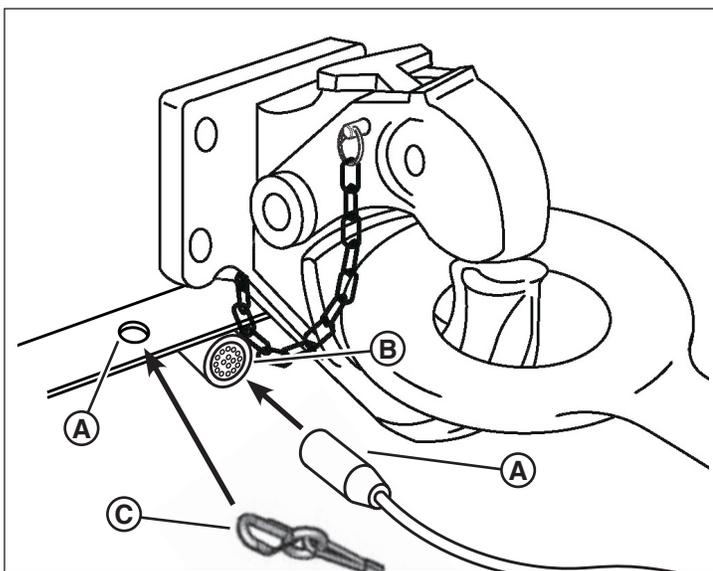

Figure 8
7. Connecter le connecteur d'éclairage de la remorque (A, Figure 8) au connecteur du véhicule remorqueur (B). S'assurer que le faisceau d'éclairage de la remorque a suffisamment de longueur pour empêcher la déconnexion dans un virage, mais pas trop afin que le faisceau n'entre pas en contact avec la surface de la route. Vérifier le bon fonctionnement des feux de freinage, feux de direction, feux arrière, feux latéraux et éclairage de la plaque d'immatriculation.
8. Connecter le câble de l'interrupteur de frein de décrochage (C, Figure 8) au véhicule remorqueur (D). Voir « Système de frein de décrochage » pour des informations détaillées sur le système de frein de décrochage.
REMARQUE : Certains câbles d'interrupteur de frein de décrochage offrent un mousqueton qui s'accroche à la pochette de la chaîne de sécurité. Voir la figure 8.